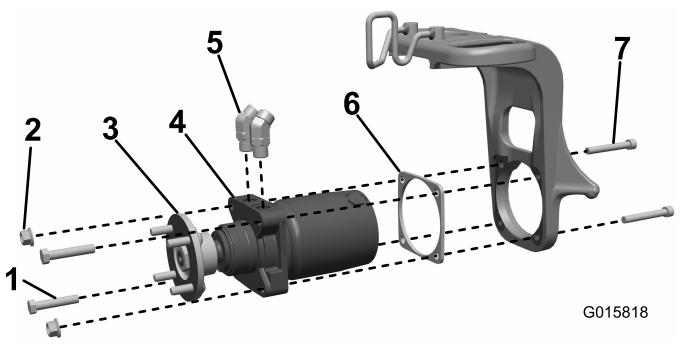

Figure 3
1. Posez les raccords hydrauliques à 45° dans le moteur de roue et orientez-les approximativement comme montré à la Figure 3. Ne serrez pas encore les raccords.
- **Modèles équipés de fourches pivotantes à 2 trous filetés et 2 trous traversants pour le montage du moteur de roue sur la fourche :** montez le moteur de roue, avec l'entretoise, sur la fourche pivotante (en plaçant l'entretoise entre le moteur et la fourche) et fixez-le en place avec 2 boulons à tête creuse (1/2" x 3 3/4"), 2 boulons (1/2" x 2 1/2") et 2 contre-écrous (Figure 3).